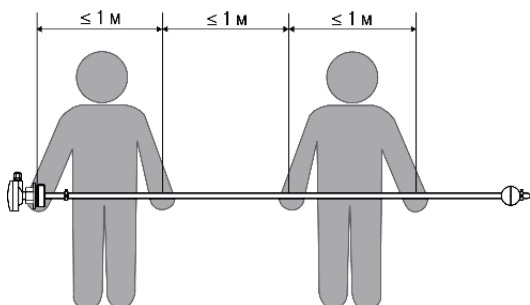

Рисунок 1 – Перемещение датчика длиной более 2 м
- датчик длиной более 2 м извлекают из упаковки и переносят два человека: одной рукой следует удерживать датчик за металлический фланец корпуса, а далее поддерживать трубку арматуры через каждый 1 м (см. рисунок 1).